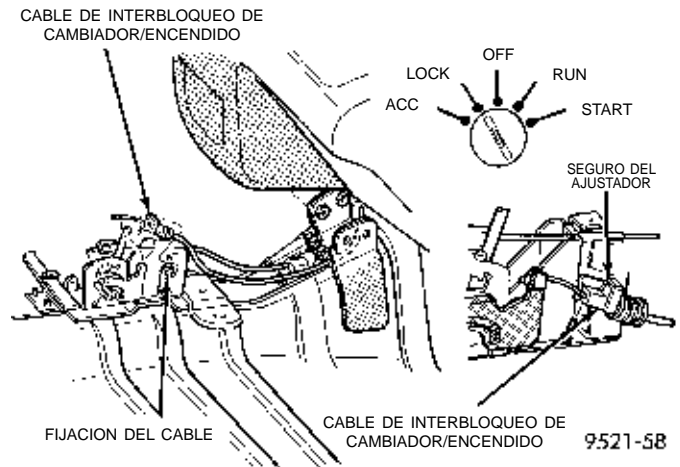

Fig. 15 Cable de interbloqueo de Cambiador/Encendido
(5) Con un movimiento de palanca sobre las dos orejetas del extremo del conducto del cable sepárelas del mecanismo del cambio de marchas y tire del cable hacia arriba. Retire el cable del cambio de marchas del mecanismo.
(6) Con un movimiento de palanca hacia arriba, suelte el seguro del ajustador del cable de interbloqueo de cambiador/encendido. Desenganche la conexión del extremo del cable de la ranura en el mecanismo del cambio de marchas. Retire el extremo del núcleo del cable de la leva de plástico del mecanismo del cambiador (Fig. 15).